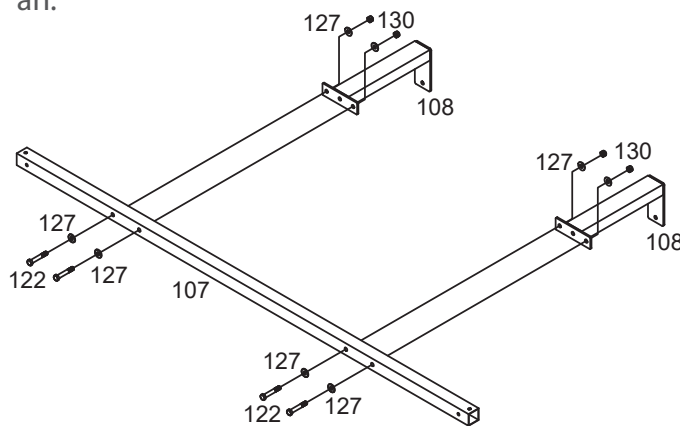
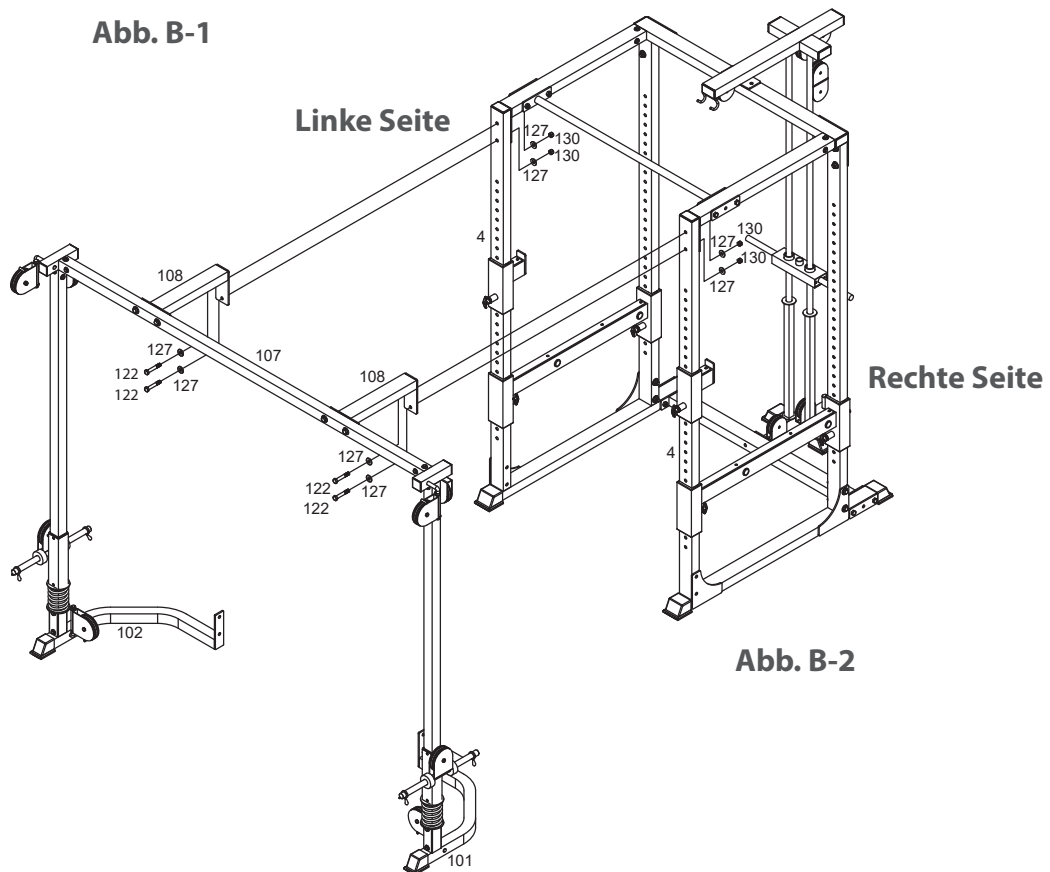

Abb. B-1
Abb. B-2
1. Entfernen Sie zwei Schrauben (17) und Unterlegscheiben (21) von der rechten Vorderseite des Power Racks [Abb. A].
2. Stecken Sie eine Endkappe (116) auf den rechten Grundrahmen (101) [Abb. B-1] und montieren Sie den rechten Grundrahmen (101) an dem Power Rack mit zwei Schrauben (121), vier Unterlegscheiben (127) und zwei Muttern (130) [Abb. B-2].
3. Wiederholen Sie die Schritte 1 und 2 mit dem linken Grundrahmen (102).
1. Entfernen Sie die Schrauben (18), Unterlegscheiben (21) und Muttern (23) von der Vorderseite der vorderen Stützen (4) des Power Racks [Abb. A].
2. Montieren Sie zuerst die Verbindungsstücke (108) an der oberen Querstrebe (107) mit insgesamt vier Schrauben (122), acht großen Unterlegscheiben (127) und vier Muttern (130) [Abb. B-1], montieren Sie dann die Verbindungsstücke (108) an den vorderen Stützen (4) des Power Racks mit insgesamt vier Schrauben (122), acht großen Unterlegscheiben (127) und vier Muttern (130) [Abb. B-2].